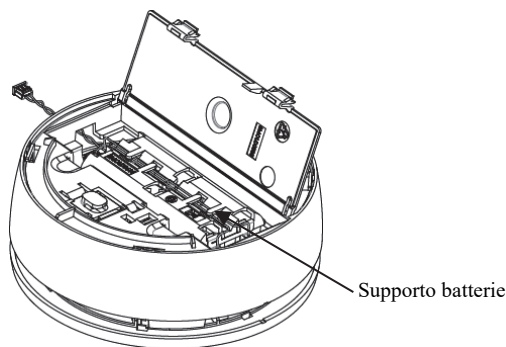

Figura 8
4. Aprire il vano batterie (vedi Figura 8).